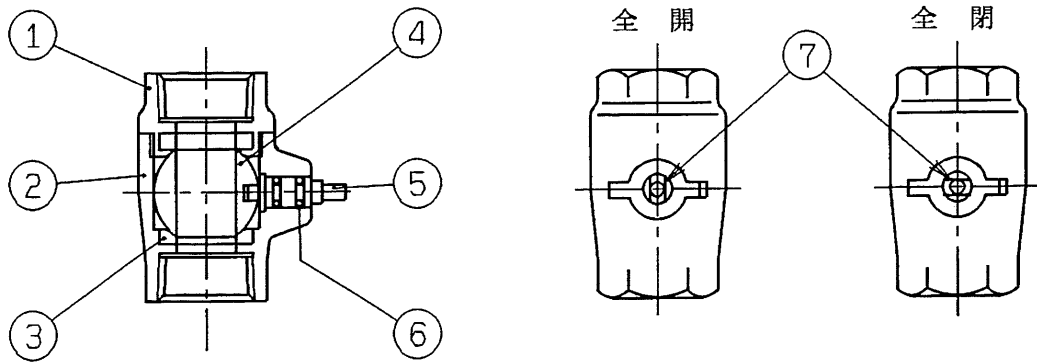

図7 開閉弁
2. 3 各開閉弁(F)・(G)・(H) [図7] は工場出荷時、全開になっています。各開閉弁は、通常全開して使用しますが、開度を調整して作動を安定させるための絞りとして使用する場合があります。なお、これら開閉弁を全閉させた時の機能は次のとおりです。[図1参照]。